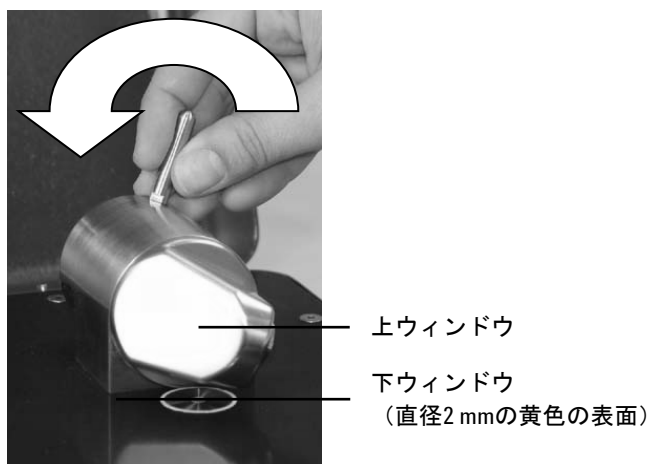

図4：アクセサリ・ウィンドウが上を向いた状態のTumbler
サンプルのロード／クリーニング・モードでは、アクセサリ・ウィンドウが上を向くようにTumblIRが回転します（図4を参照）。この位置にあると、サンプル・マウント領域に簡単にアクセスできるため、サンプルのロードや、次のサンプルを分析する前のサンプリング表面のクリーニングが容易です。
- 2 最初に上ウィンドウをクリーニングし、次に下マウント・ウィンドウをクリーニングします（図4を参照）。
- 1 アームを反時計回りに回してサンプリング・デバイス (TumbIIR) を開きます (図4を参照)。
サンプルのロード／クリーニング・モードでは、アクセサリ・ウィンドウが上を向くようにTumbIIRが回転します（図4を参照）。この位置にあると、サンプル・マウント領域に簡単にアクセスできるため、サンプルのロードや、次のサンプルを分析する前のサンプリング表面のクリーニングが容易です。
- 2 最初に上ウィンドウをクリーニングし、次に下ウィンドウをクリーニングします（図4を参照）。
- 1 アームを反時計回りに回してサンプリング・デバイス (TumblIR) を開きます (図4を参照)。